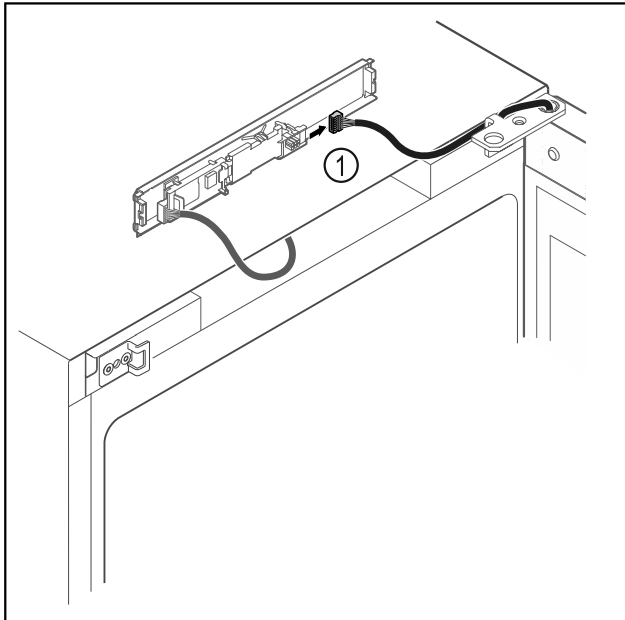

Fig. 19
- ▶ Stecker Fig. 19 (1) von Platine abstecken.